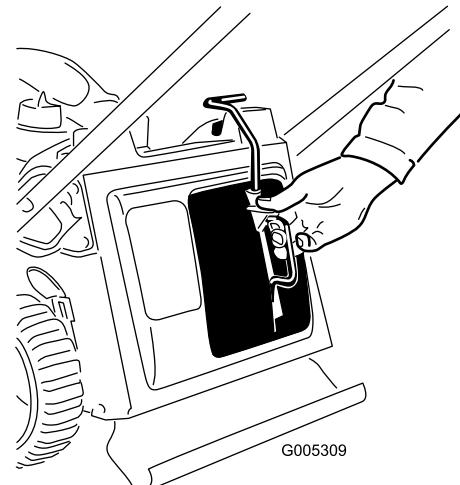

Figure 31
- Insérez l'obturateur de mulching (Figure 31).